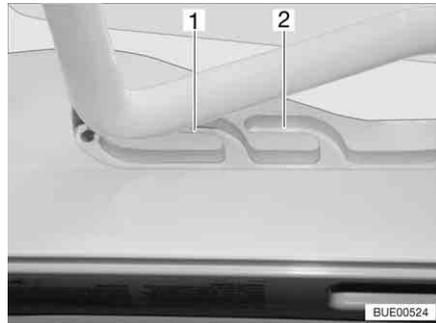
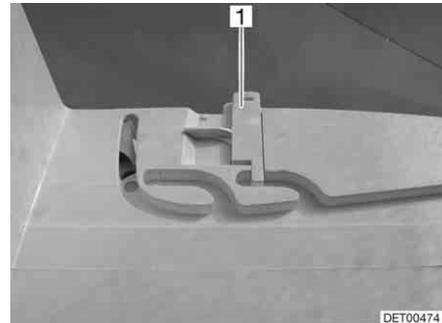

Fig. 72 Lanterneau Heki en position de ventilation
Fig. 73 Verrouillage position de ventilation
Il est possible d'amener le lanterneau Heki en deux positions de ventilation : Position pour mauvais temps (Fig. 72,1) et position intermédiaire (Fig. 72,2). Selon l'équipement, il est possible de verrouiller le lanterneau en position intermédiaire avec les deux verrous (Fig. 73,1) à gauche et à droite du cadre du lanterneau.
- Pousser légèrement l'étrier vers le haut, le pousser dans la glissière choisie (Fig. 72,1 ou 2) et le verrouiller si nécessaire.